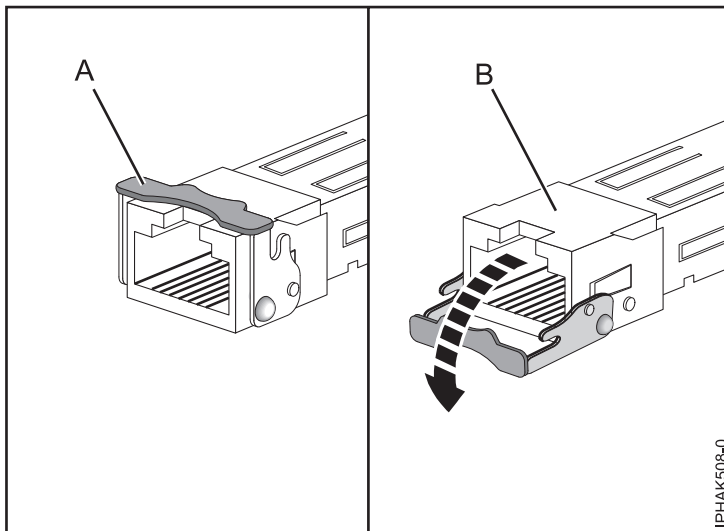

Figura 30. Remover transmissores-receptores SFP dos adaptadores
- b. Abra o trinco (A) ao rodá-lo para baixo e no sentido contrário da placa, como demonstrado em Figura 30 na página 48.
- c. Faça deslizar o transmissor-receptor (B) para fora do hardware do adaptador.